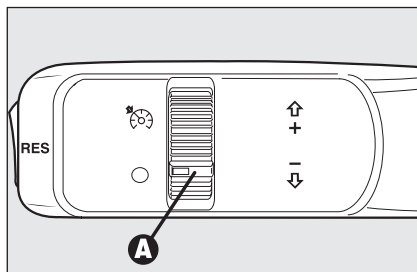

fig. 57
Ruotare la ghiera **A-fig. 57** su .
- ☐ ruotare la ghiera **A-fig. 57** su e premendo il pedale dell'acceleratore portare la vettura alla velocità desiderata;
- ☐ ruotando la ghiera **A-fig. 57** su **O**;
**In caso di funzionamento difettoso od avaria del dispositivo, ruotare la ghiera A-fig. 57 su O e rivolgersi alla ai Servizi Autorizzati Alfa Romeo dopo aver verificato l'integrità del fusibile di protezione.**